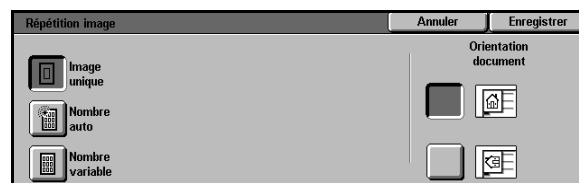

Figure 11 : Écran Répétition image
- 1 Appuyez sur **Répétition image** dans l'onglet Présentation spéciale afin d'accéder à l'écran correspondant (voir la figure 11).